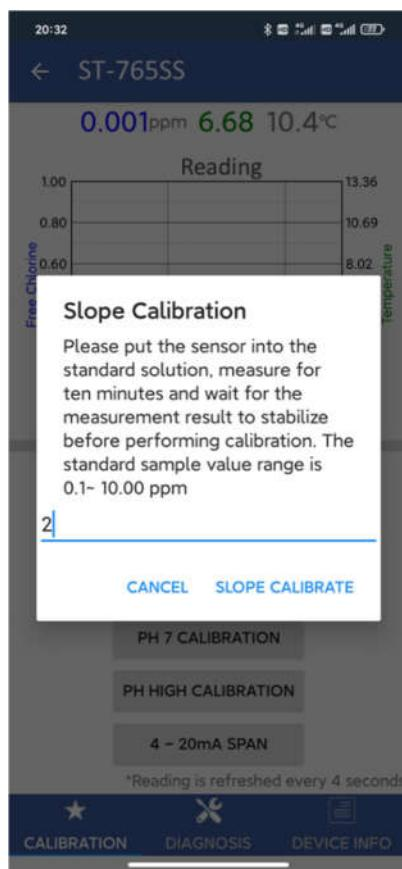

图 12 输入余氯值做斜率校准
将传感器置于余氯标准溶液或经过准确测量的已知余氯值水样中，点击斜率校准进行斜率校准。在对话框窗口中输入余氯浓度，如所示图12，请测量10分钟，等待测量结果稳定后再进行校准。为了获得最佳结果，余氯标准的浓度应在0.1至5 ppm的范围内。校准溶液可以是样品水本身。也可使用Pyxis SP-800或SP200等便携式DPD余氯分析方法测定样品水的余氯浓度表，并取该测量值作为斜率校准值。
**斜率点校准：**将传感器置于余氯标准溶液或经过准确测量的已知余氯值水样中，点击斜率校准进行斜率校准。在对话框窗口中输入余氯浓度，如所示图12，请测量10分钟，等待测量结果稳定后再进行校准。为了获得最佳结果，余氯标准的浓度应在0.1至5 ppm的范围内。校准溶液可以是样品水本身。也可使用Pyxis SP-800或SP200等便携式DPD余氯分析方法测定样品水的余氯浓度表，并取该测量值作为斜率校准值。